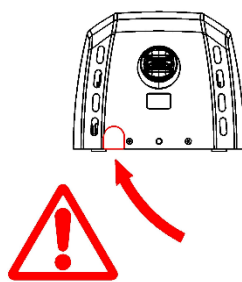

Рисунок 12.
- Также очень важно убедиться в том, что у смонтированного и привинченного к основанию корпуса имеется пластиковое защитное устройство, которое должно быть размещено в нижнем окошке в форме перевернутой буквы “U” (Рисунок 12).